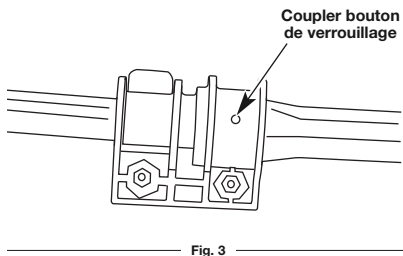

Fig. 3
3. Glissez le haut de l'axe de l'arbre inférieur dans le dessous de l'axe de l'arbre supérieur et poussez les éléments ensemble jusqu'à ce que le coupleur soit bien plaqué contre l'arbre supérieur. Assurez-vous que le bouton de verrouillage du coupleur s'enclenche dans le trou (Fig. 3).